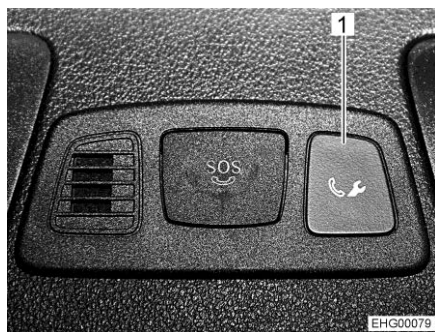
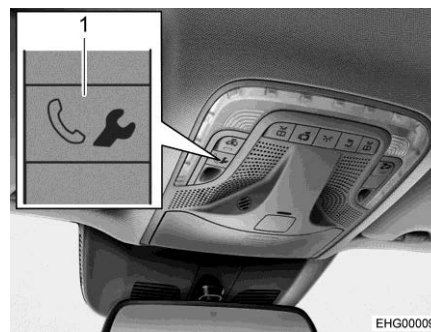

Fig. 12 Tasto per la chiamata di soccorso (console centrale)
Fig. 13 Tasto per la chiamata di soccorso (console a tetto)
- Premere il tasto (Fig. 12,1 o Fig. 13,1) per la chiamata di soccorso. Viene avviata una chiamata al centro di assistenza clienti di Mercedes-Benz.